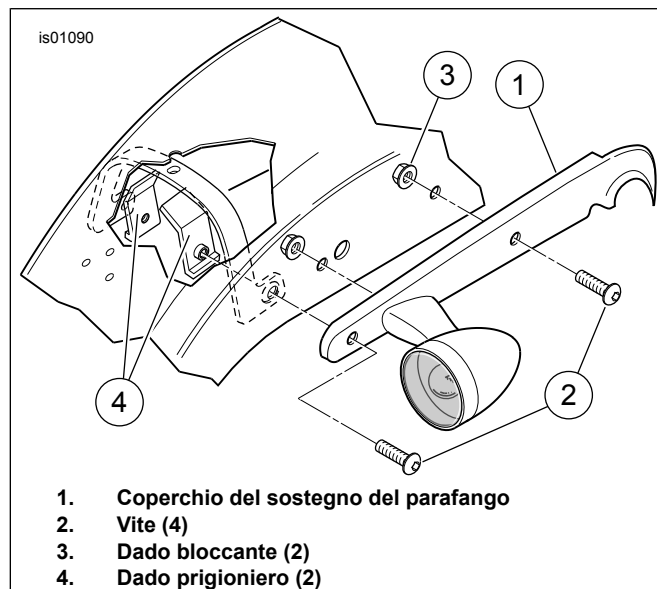

Figura 1. Sostegno del parafrangente posteriore (illustrata la parte destra)
1. Vedere Figura 1. Rimuovere ed eliminare dal coperchio del sostegno del parafrangente posteriore (1) la vite anteriore (2) ed il dado bloccante (3).